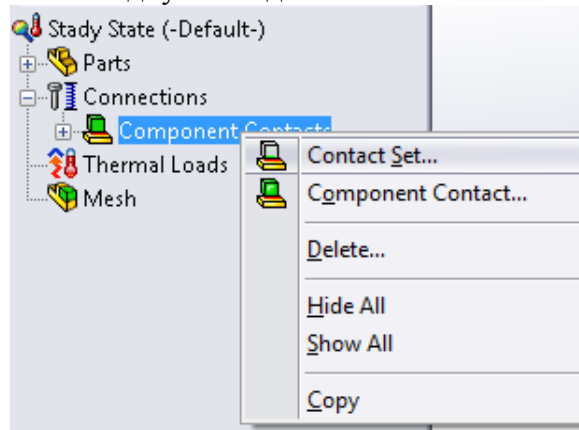

Рис. 5.2.4. Визначення взаємодії між деталями збірки
3. Для того, щоб задати тепловий опір між елементами потрібно визначити їх зону контакту, використовуючи контакт **ПОВЕРХНОСТЬ (Surface)** (рис. 5.2.5). Перейдіть до гілки **Контакты/Соединения (Contact/Gaps)** (рис. 5.2.4) у менеджері CosmosWorks та виберіть плоскі поверхні, по яким з'єднуються деталі.